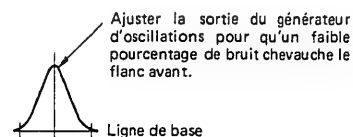

Fig. 3
- Injecter un signal de faible amplitude à L103 à partir du générateur d'oscillations. Ajuster T102, T103, T104 et T105 pour que le gain soit maximum et la courbe représentée sur la figure 3, obtenue. Si le centre de la courbe ne peut pas être alignée avec la fréquence de mesure, refaire un réglage d'équilibrage gauche/droit.